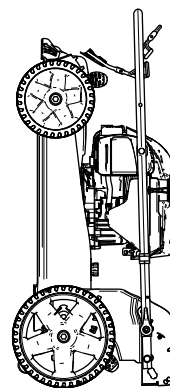

Рисунок 25
6. Поднимите переднюю часть машины за рукоятку и переместите ее на место хранения (Рисунок 25).